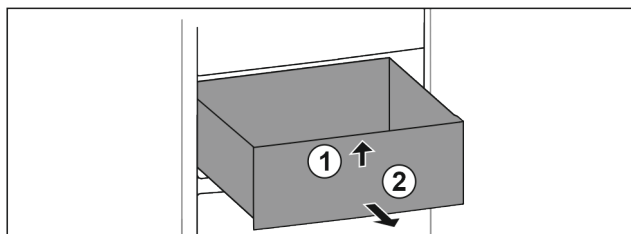

Fig. 24
- ▶ Nadzvedněte zásuvku vpředu. Fig. 24 (1)
- ▶ Vyjměte zásuvku dopředu. Fig. 24 (2)